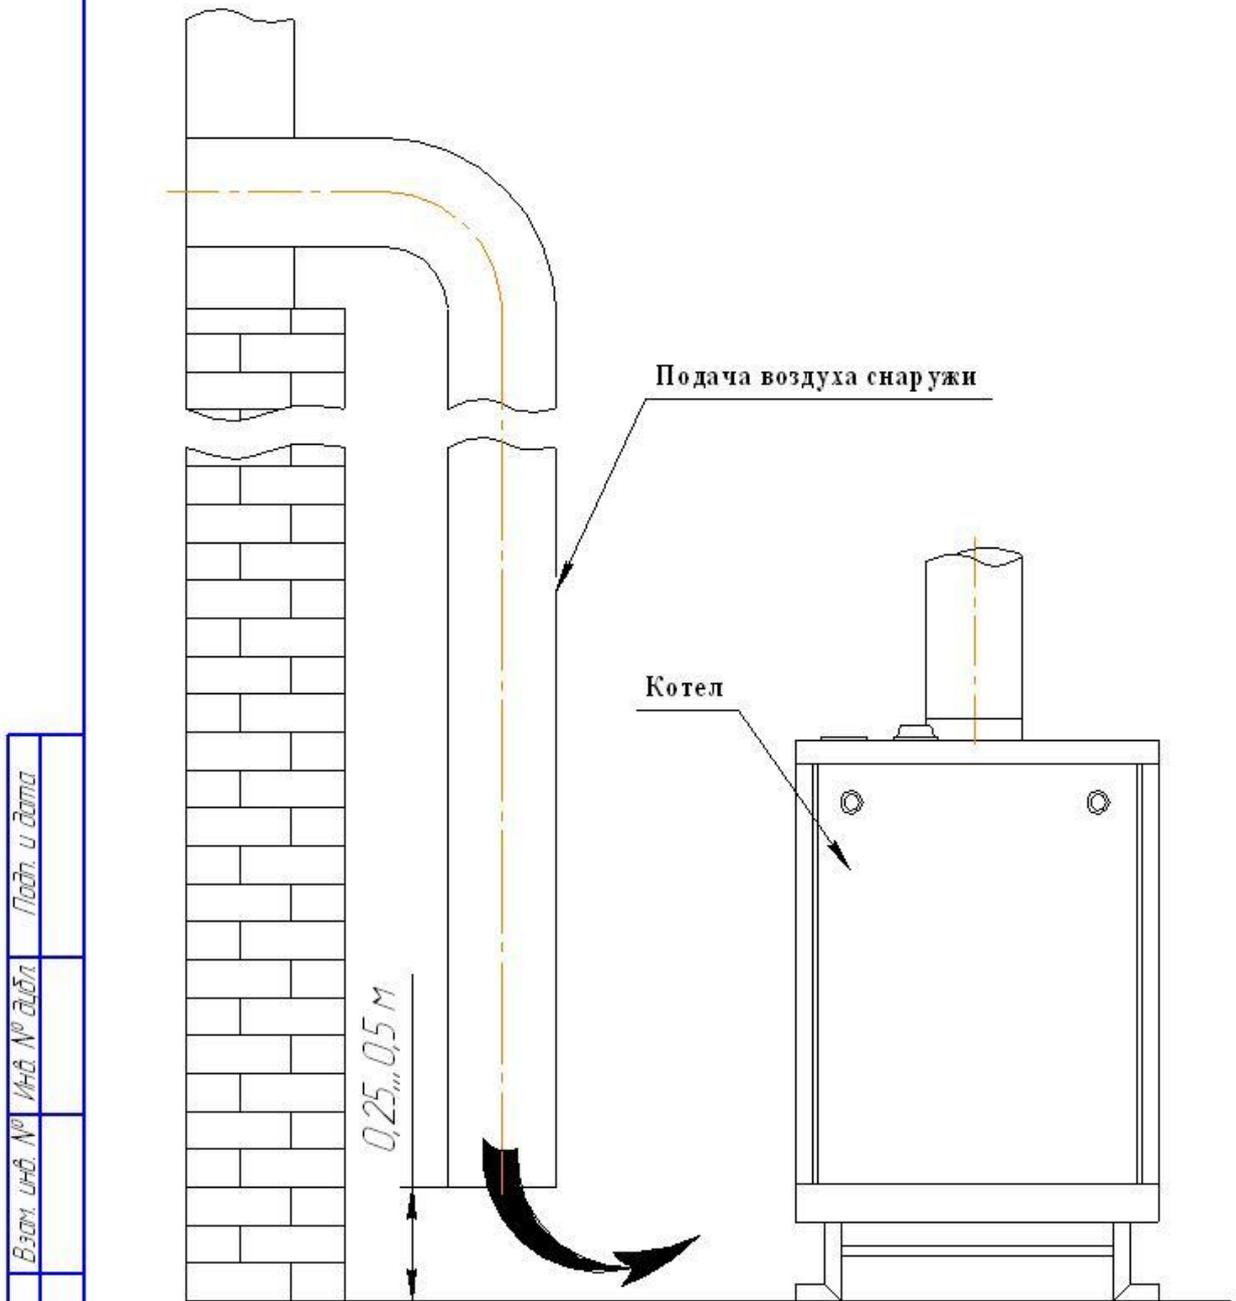

Рис. 8. Подача воздуха в герметично закрытое помещение.
5.2 Помещение, где устанавливается котел, обязательно должно иметь свободный доступ воздуха извне и вентиляционную вытяжку у потолка. Необходимый для горения воздух в помещение может поступать через неплотности и щели в окнах, дверях и т.д. Достаточность воздуха, проникающего данным образом в помещение или необходимость устройства специальных каналов /воздуховод, см. рис.8/ зависит от конкретного помещения, мощности котла, наличия других приборов-потребителей воздуха /кислорода/. В этом случае следует руководствоваться проектом, разработанным проектной организацией для данного помещения. В любом случае следует руководствоваться следующими нормами: